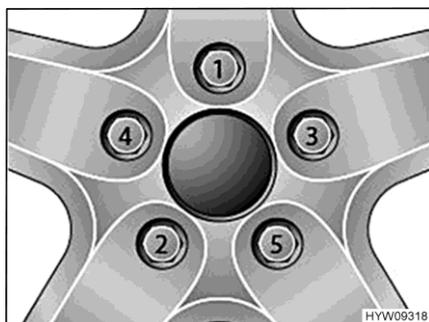

Fig. 169 Serraggio a croce di dadi delle ruote e bulloni delle ruote
- Serrare i dadi delle ruote o i bulloni delle ruote nell'ordine riportato in Fig. 169. A tale scopo, utilizzare una chiave dinamometrica e rispettare la coppia di serraggio indicata (vedi paragrafo 13.6.2).
- Controllare regolarmente il serraggio dei dadi o dei bulloni. Regolare il serraggio dei dadi delle ruote o dei bulloni delle ruote di una ruota sostituita dopo circa 50 km. A tale scopo, procedere seguendo l'ordine indicato in Fig. 169.
- Se si utilizzano cerchi nuovi o riverniciati, regolare il serraggio dei bulloni o dei dadi dopo altri 1000 - 5000 km. A tale scopo, procedere seguendo l'ordine indicato in Fig. 169.
- ▷ Serrare a croce i dadi o i bulloni delle ruote (Fig. 169).